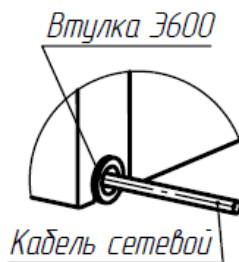

Рис.3
5.5. Закрепить сетевой кабель в корпусе, вставив пластмассовую втулку Э600, надетую на кабель, в гнездо задней стенки (рис.3).
5.17. Вращение ножа осуществляется вручную с помощью воротка (13) (рис.3), входящего в комплект поставки.